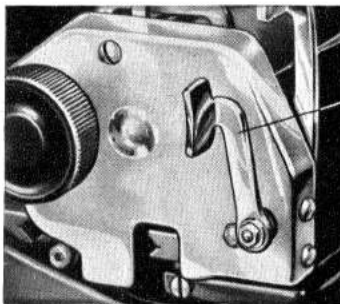

Bild 7 (Rechte Wagenseite)
Die Einstellung des Tabulators auf ein bestimmtes Formular geschieht wie folgt: Man führt den Wagen jeweils an die Stelle, an der er halten soll, und drückt auf die Taste „T“ (rot). Einzelne falsch gesetzte Reiter löscht man, nachdem man den Wagen durch Druck auf die Tabulator-taste (23) an die betreffende Stelle laufen ließ, durch Drücken auf die Taste „T“ (grün). Sollen alle Reiter auf einmal gelöscht werden, drückt man den Hebel (26) (Bild 7) nach hinten.